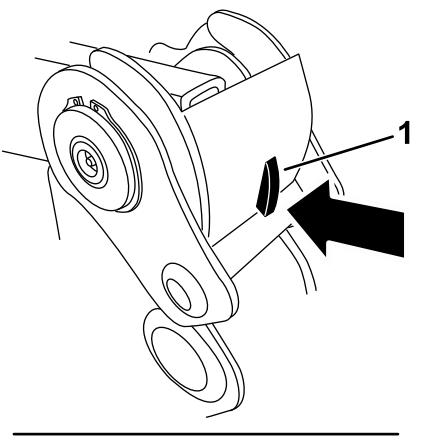

Figure 47
3. Appuyez sur le dispositif de blocage du verrou de chaque bras de la chargeuse et soulevez les verrous pour débloquer les bras de la machine (Figure 47).